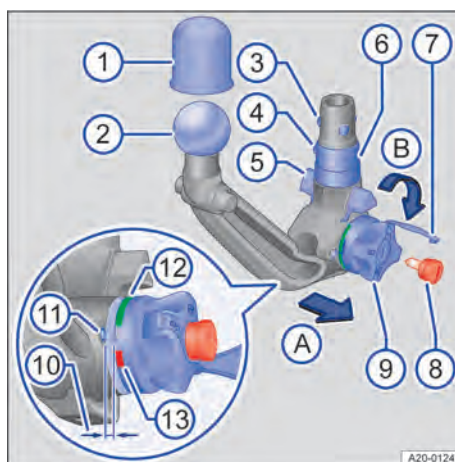

Fig. 159 Vue d'ensemble : boule d'attelage amovible
4. Retirez le cache → fig. 159 ⑦ de la serrure sur la molette.
5. Insérez la clé → fig. 159 ⑧ dans la serrure et tournez-la dans le sens inverse des aiguilles d'une montre.
6. Maintenez la boule d'attelage → fig. 159 ② à une main → ▲.
7. Tirez la molette → fig. 159 ⑨ dans le sens de la flèche A avec l'autre main et maintenez-la dans cette position.
8. Tournez la molette → fig. 159 ⑨ dans le sens de la flèche B jusqu'en butée.
9. Maintenez la molette → fig. 159 ⑨ dans cette position et retirez la boule d'attelage ② du logement par le bas. La boule d'attelage s'enclenche et est armée.
2. De l'autre main, faites tourner la molette → fig. 159 ⑨ dans le sens de la flèche B jusqu'en butée.
3. Appuyez sur la boule → fig. 159 ④.
4. Faites tourner la molette → fig. 159 ⑨ dans le sens inverse des aiguilles d'une montre.
5. Relâchez la boule → fig. 159 ④. La molette n'est plus en saillie par rapport à la boule d'attelage. La boule d'attelage est alors désarmée.
6. Faites tourner la clé → fig. 159 ⑧ dans le sens des aiguilles d'une montre et re-
7. Fermez le cache de serrure → fig. 159 ⑦.